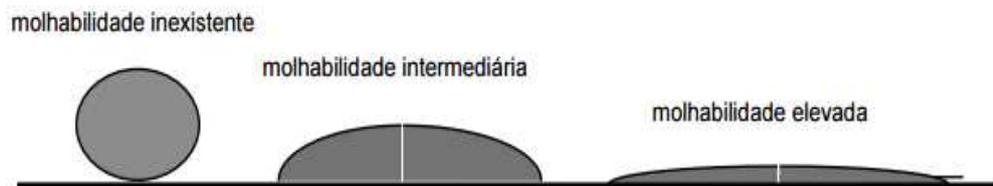

Figura 8: casos de molhabilidade.
2.3 Molhabilidade- capacidade de uma fase líquida espalhar-se sobre um substrato sólido. Na brasagem esta fase líquida é definida pelo material de adição e o substrato sólido pelo material base. Na figura 8, pode-se verificar 3 casos diferentes de molhabilidade, onde no 1º caso o metal de adição não tem nenhuma tendência de espalhamento sobre o material base, não ocorrendo a brasagem. No 2º caso o metal de adição se espalha limitadamente sobre o material base, permitindo-se a união dos materiais e no 3º caso o metal de adição espalha-se em toda a superfície do material base, tendo um excelente processo de união entre os materiais.